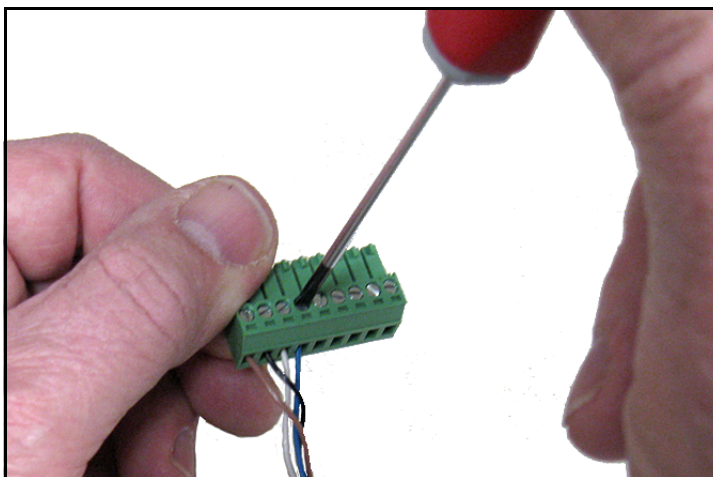

Figure 28: De kabel aansluiten op de connector
3. Kijk naar Table 1 hieronder en Figure 28 on page 23 om het einde van de sondekabel aan te sluiten op de vier draden met pennen 10, 11 en 12 op het onderste aansluitblok.